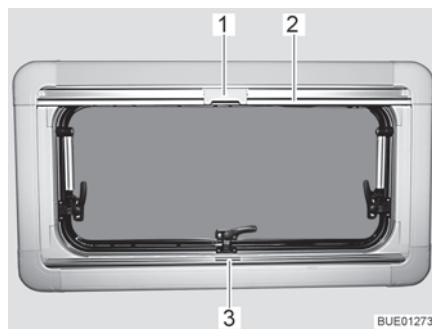

Fig. 74 Ventana abatible
- Sujetar el estor plegable por el centro del agarradero (Fig. 74,3), tirar de abajo a arriba y soltarla a la altura deseada. El estor plegable se queda fijo a esta altura.
- Tirar del agarradero de la mosquitera enrollable (Fig. 74,2) hacia abajo hasta que choque con el agarradero del estor plegable (Fig. 74,3).
- Bloquear el cierre (Fig. 74,1) de la mosquitera enrollable con el agarradero del estor plegable.
- Empujar hacia atrás el cierre (Fig. 74,1) de la mosquitera enrollable por arriba.
- Regresar la mosquitera enrollable lentamente en el agarradero (Fig. 74,2).